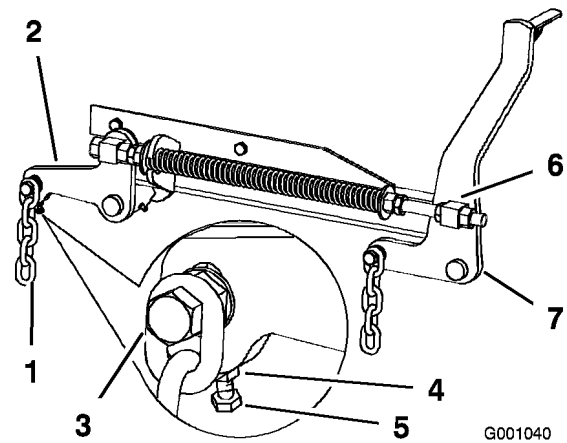

Bild 73
7. Wenn die Werte an den Stellen **B** oder **C** falsch sind, lösen Sie die Schraube, mit der die hintere Kette am hinteren Stützarm befestigt ist (Bild 73).
8. Lösen Sie die Klemmmutter unter dem hinteren Stützarm und stellen Sie die Einstellschraube so ein, dass Sie einen Wert von 79 to 82 mm erhalten (Bild 73).
- Lösen Sie die Klemmmuttern der vorderen Drehzapfen, vorne am rechten und linken Drehzapfen, um ungefähr 13 mm (Bild 73).
- Stellen Sie die Hubmutter auf der linken und rechten Seite der Maschine ein, um einen Wert zu erzielen, der vorne an Stelle **A** um 6 bis 10 mm niedriger ist als hinten an Stelle **B** (Bild 73).